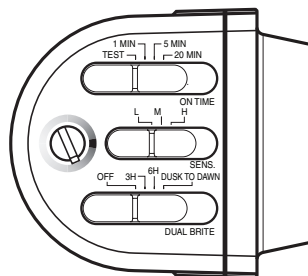

Figure 7
2. Placez le commutateur de sensibilité (SENS) en position « LO », le commutateur de fonctionnement (ON-TIME) en position TEST et le commutateur DUALBRITE en position OFF (voir la Figure 7).